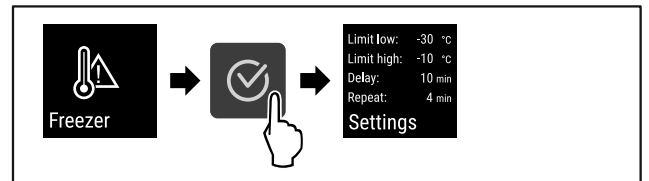

Fig. 102
- ▶ Handlungsschritte (siehe Fig. 102) durchführen.